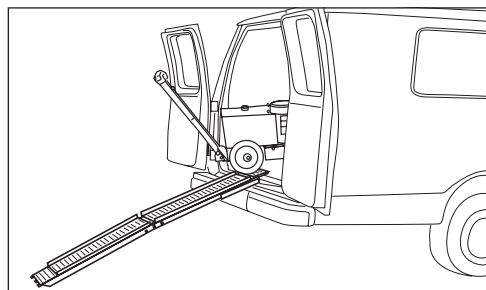

図 2
2. トラック後部の傾斜台に揃う位置にマシンを置きます (図 2)。